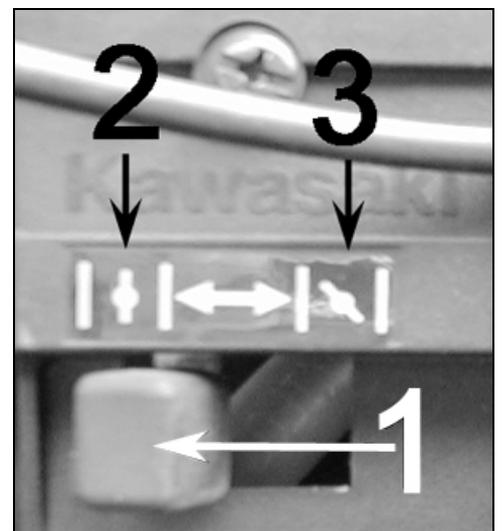

Figure 4
Il sert lors du démarrage à froid. Pour l'actionner, déplacez le levier (figure 4, repère 1) vers l'arrière (figure 4, repère 3). Une fois le démarrage effectué il faut ramener le levier sur la position ouverte (figure 4, repère 2). Ne l'actionnez pas moteur chaud, le moteur ne démarrerait pas.
- Tirez le levier de starter vers l'arrière (figure 4, repère 3).